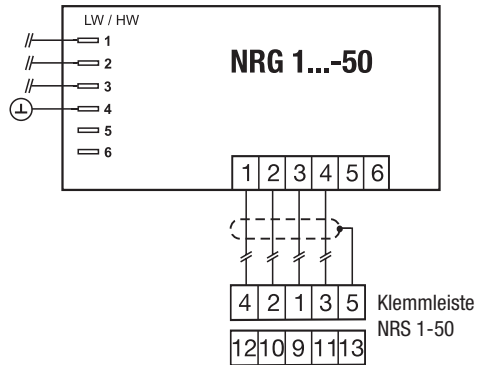

Fig. 25 Anschluss Niveauelektrode mit Aluminium-Anschlusskopf
4. Klemmleiste gemäß Anschlussplan belegen. **Fig. 25**